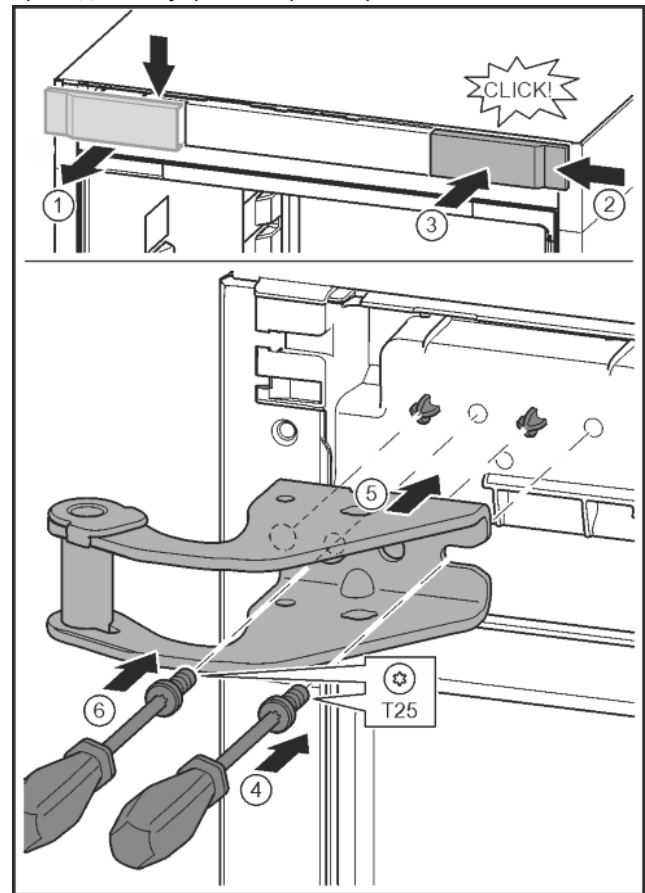

Fig. 15
- ▶ Отпустить крышку и снять сбоку. Fig. 15 (1)
- ▶ Навесить крышку, повернув ее на 180°, справа с другой стороны. Fig. 15 (2)
- ▶ Крышку зафиксировать. Fig. 15 (3)
- ▶ Установить винт отверткой T25. Fig. 15 (4)
- ▶ Установить верхний опорный кронштейн. Fig. 15 (5)
- ▶ Затянуть винт. Fig. 15 (4)
- ▶ Вставить и затянуть винт отверткой T25. Fig. 15 (6)